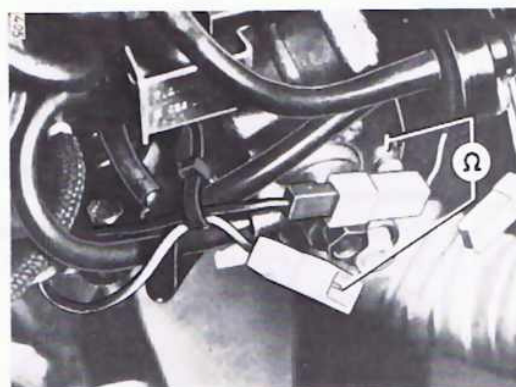

Bild 3
2.1 Ansaugrohrvorwärmer (Bild 3)